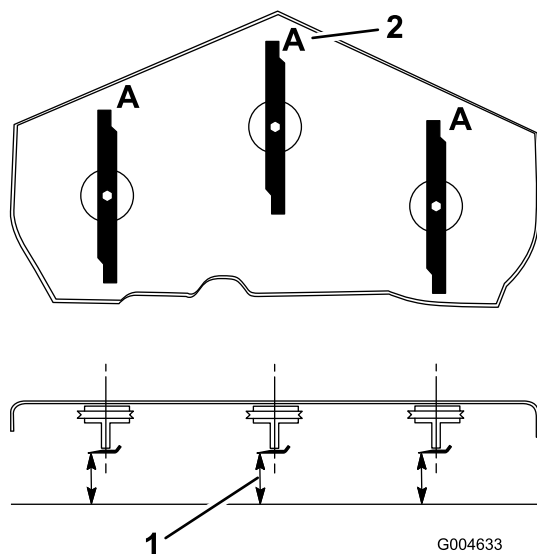

Figura 72
3. Gire las cuchillas hasta que los extremos estén orientados hacia adelante y hacia atrás (Figura 72). Mida desde una superficie nivelada hasta el filo de corte, posición A, de las cuchillas (Figura 72). Anote esta dimensión.